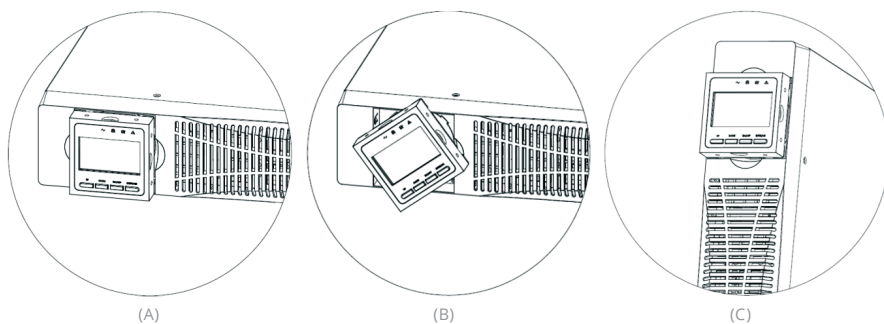

Рисунок 13. Изменение положения ЖК-дисплея при вертикальной установке ИБП
- a. Установите основу, затем установите ИБП и ВБМ на одно основание рядом друг с другом, как показано на Рис. 13.